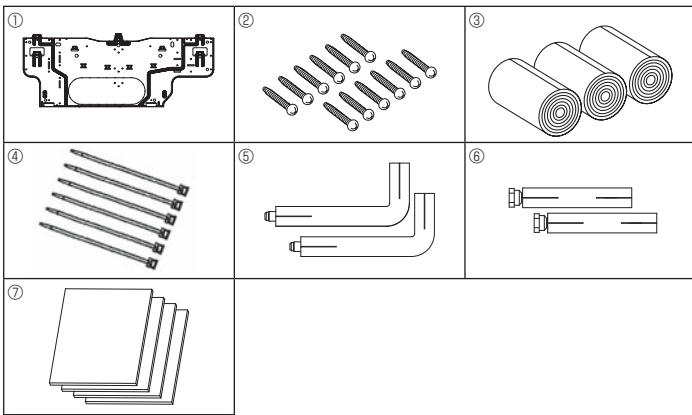

Fig. 3-1
### 3.1. Zubehörteile der Innenanlage prüfen (Fig. 3-1)
- Ⓐ Montageplatte ① in Fig. 3-1
- Ⓓ Befestigungsschrauben (4 x 25) ② in Fig. 3-1
- Ⓕ Montageplatte ① in Fig. 3-1